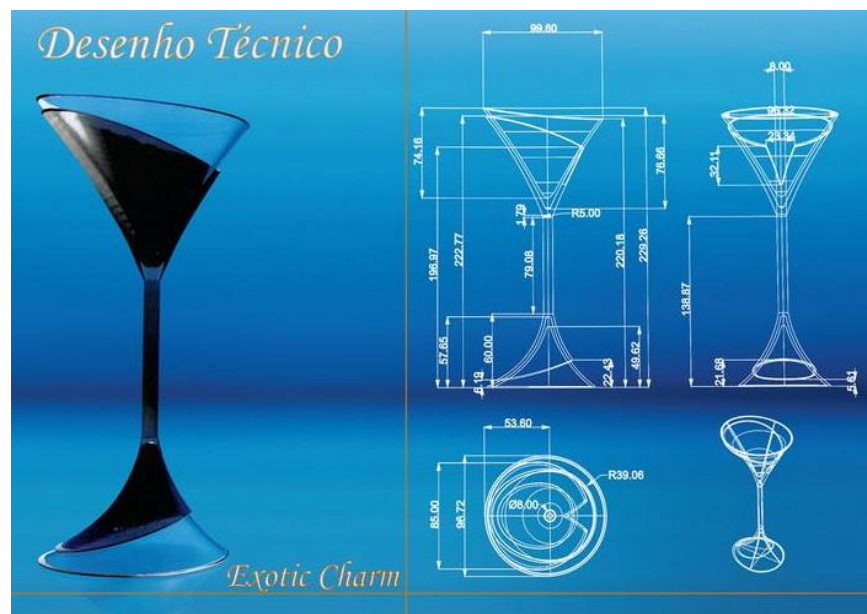

FIGURA 4 – PROJETO DE UMA PEÇA COM DETALHAMENTO DESENHO TÉCNICO
- Desenvolver a capacidade de leitura, interpretação e expressão gráfica (Figura 4);